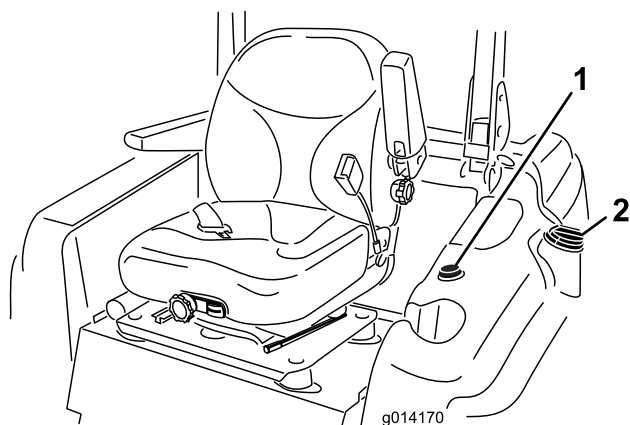

Рисунок 9
3. Очистите область вокруг крышки топливного бака и снимите крышку (Рисунок 9).